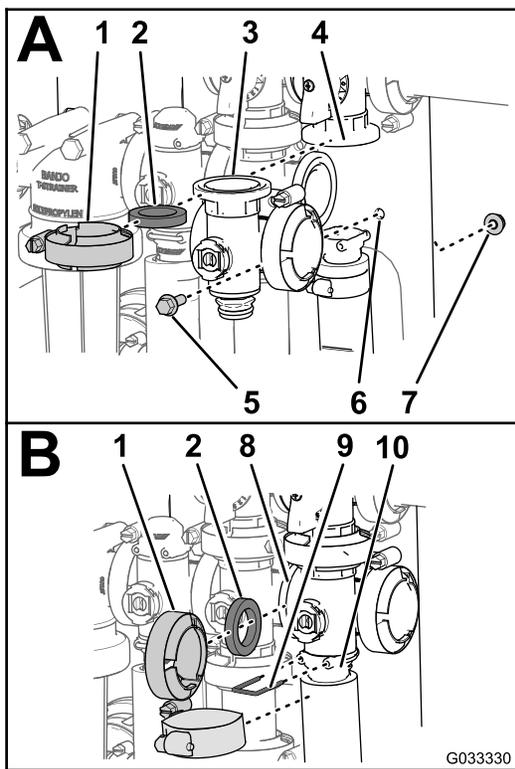

Bild 77
1. Fluchten Sie den Flansch des Hauptausleger-Ventilverteilers, eine Dichtung und den Flansch des Hauptausleger-Sicherheitsventils aus (A in Bild 77).
- Montieren Sie den Hauptausleger-Ventilverteiler, eine Dichtung und das Hauptausleger-Sicherheitsventil mit einer Klemme und ziehen sie mit der Hand an (A in Bild 77).
- Fluchten Sie den Flansch des Hauptausleger-Ventilverteilers, eine Dichtung und den Rührwerkventilverteiler aus (B in Bild 77).
- Montieren Sie den Hauptausleger-Ventilverteiler, die Dichtung und den Rührwerkventilverteiler mit einer Klemme und ziehen sie mit der Hand an (B in Bild 77).
- Fluchten Sie den Flansch des Hauptausleger-Ventilverteilers, eine Dichtung und das Gehäuse des Hauptauslegers aus (B in Bild 77).
- Montieren Sie den Verteiler des Hauptausleger-ventils und die Fassung mit einer Klemme und ziehen sie mit der Hand an (B in Bild 77).
- Stecken Sie einen Halter in das Auslaufanschlusstück, um das Endkappen-Anschlusstück am Auslaufanschlusstück zu befestigen (B in Bild 77).